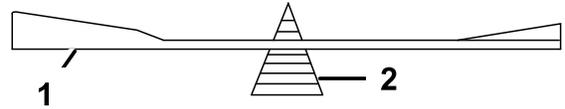

Bild 69
2. Prüfen Sie die Auswuchtung des Schnittmessers auf einer Ausgleichsmaschine (Bild 69).